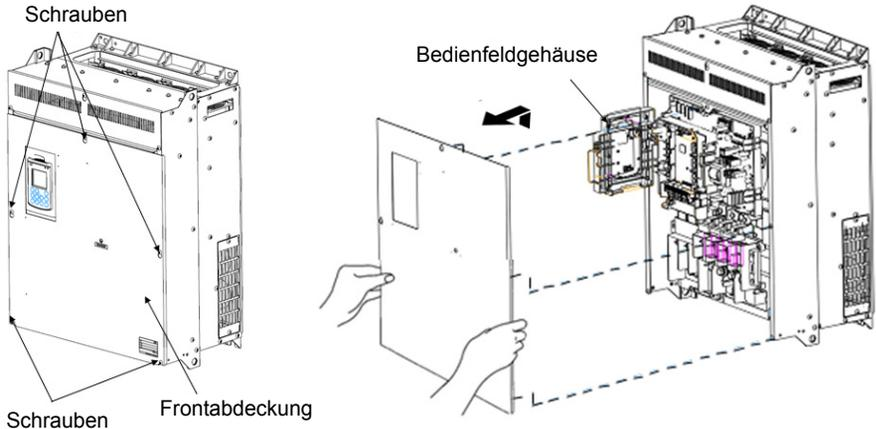

Abbildung 2.3 Entfernen der Frontabdeckung und des Klemmenblocks (FRN110AR1S-4□)
**(2) 110 bis 710 kW**
- ① Die Schrauben an der Frontabdeckung lösen, das rechte und linke Ende der Frontabdeckung halten, und die Abdeckung zum Abnehmen hochschieben.
- ② Nachdem die notwendigen Kabelverbindungen durchgeführt worden sind, die Oberseite der Frontabdeckung auf die Löcher im Gerät ausrichten, und die Abdeckung durch Umkehren des in Abbildung 2.3 dargestellten Vorgangs wieder anbringen.